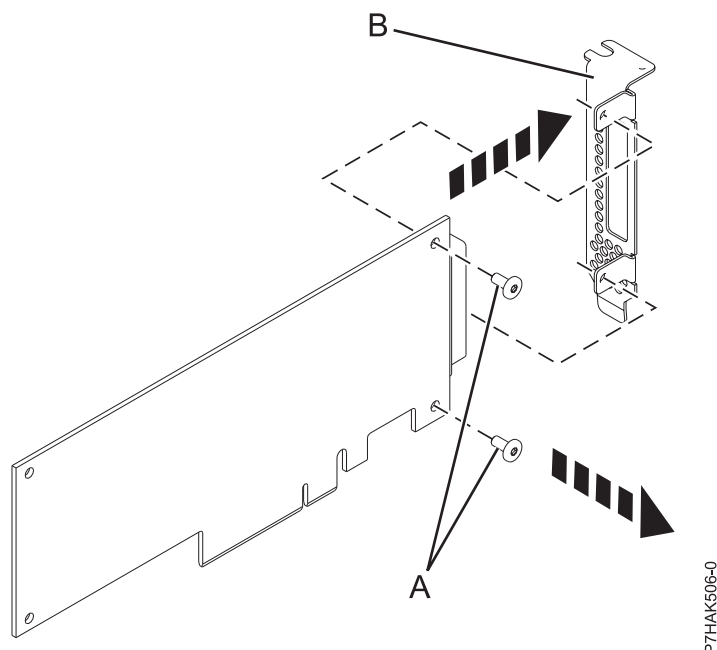

Figura 29. Remover o contraponto de baixo perfil de um adaptador PCIe
2. Com uma chave de fendas Phillips, desaperte os dois parafusos (A) que ligam o contraponto (B) ao adaptador PCIe, como demonstrado em Figura 29.